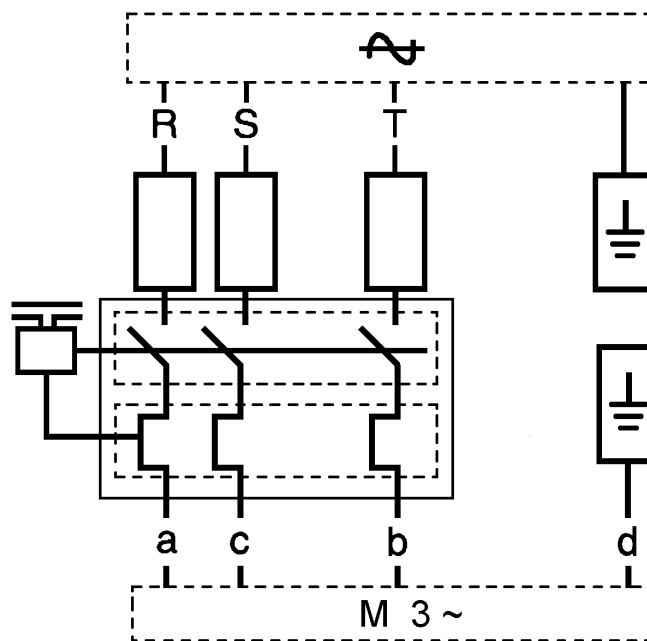

Рис. 3
- Соединения мотора (рис. 3/4) : a = черный, b = синий,
- Прямой запуск: (см. рис. 3)